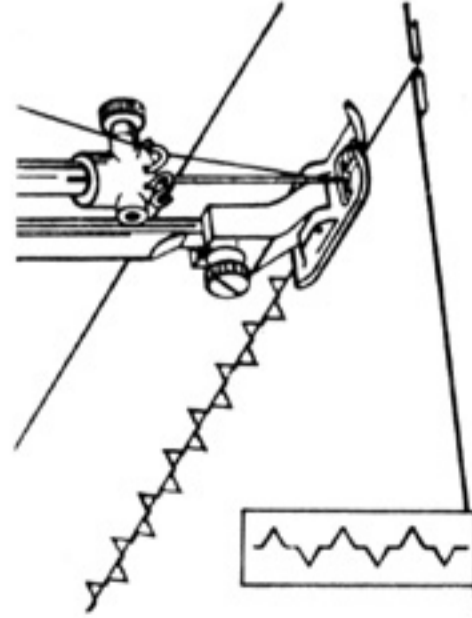

Рис. 54
33. Перистая строчка (рис. 54)